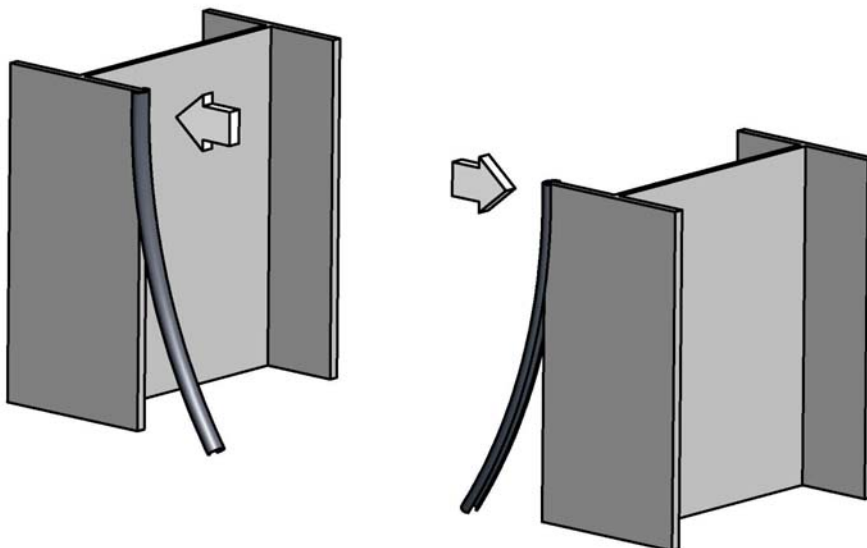

Abbildung 4: Kunststoffkantenschutz
2. Befestigen Sie die Kunststoffkantenschützer (B1) an den Innenkanten der Träger (Abbildung 4). Wenn Sie diese Kantenschützer aufgrund der Gebäudekonstruktion nicht verwenden können, ist es wichtig, scharfe Objekte und raue Oberflächen mit einem PVC-Band oder etwas Ähnlichem abzudecken.